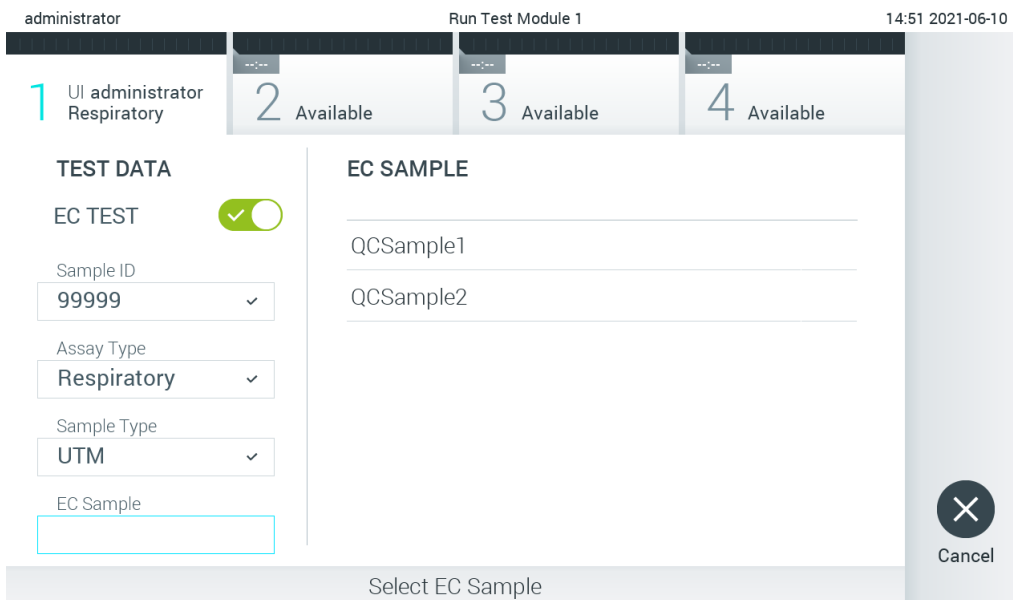

Рис.92. Вибір зразка ЗК.
- Виберіть відповідний зразок ЗК зі списку. Показано лише зразки ЗК для вибраного типу аналізу (рис. 92). Якщо для вибраного аналізу не налаштовано жодних зразків ЗК, список зразків ЗК буде пустим і буде неможливо запустити цикл тесту із зовнішнім контролем.